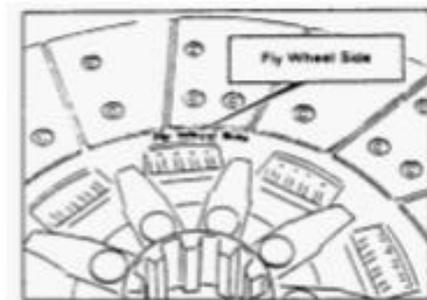

Fig. 3
- Montar el disco y el mandril con el texto "Fly wheel side" contra el volante. Fig. 3